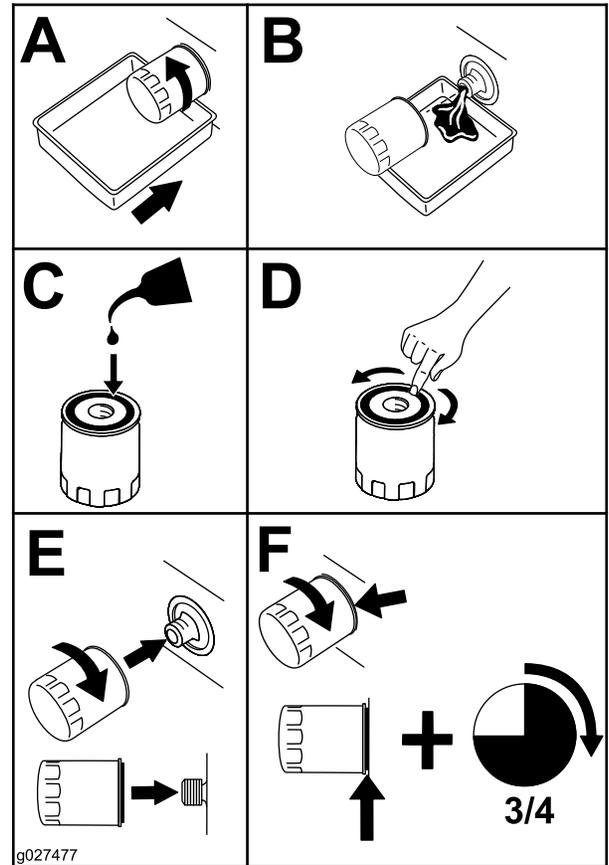

Figure 39
5. Remplacez le filtre à huile moteur (Figure 39).